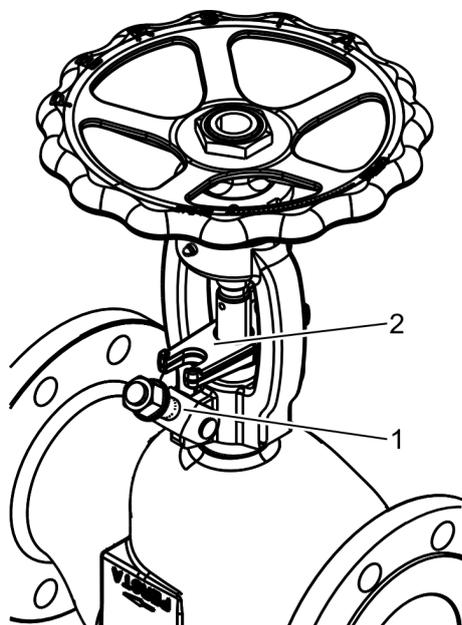

Fig. 40: Déploiement des boulons de serrage de presse-étoupe
4. ➤ Desserrer les écrous sur le fouloir de presse-étoupe (Fig. 40/2) jusqu'à ce que les boulons à œillet (Fig. 40/1) puissent être rabattus sur le côté.
5. ➤ Pousser le fouloir de presse-étoupe (Fig. 40/2) vers le haut autant que possible.